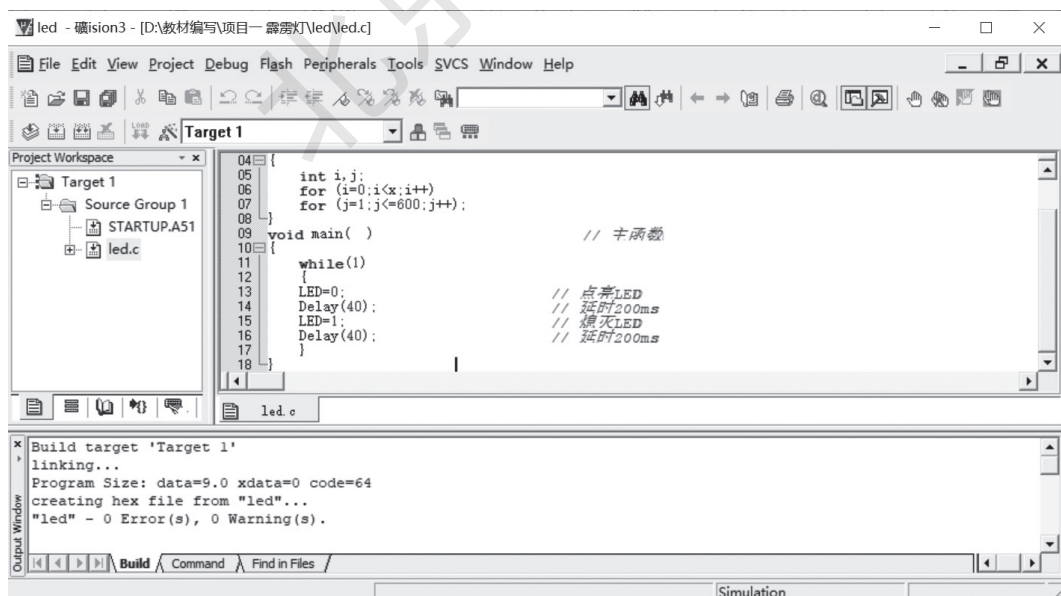

图 1-22 编译与链接
(8) 第八步：进行编译与链接。单击左上方的“”按钮即可进行编译与链接，而其过程将记录在下方的输出窗口，“0 Error(s)，0 Warning(s)”表示“没有错误，没有警告”，否则就要对程序进行修改直至将错误全部改正为止。如图 1-22 所示。